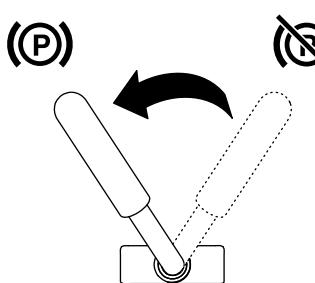

Figura 14
- Per inserire il freno di stazionamento, ruotate la leva verso sinistra (Figura 14).